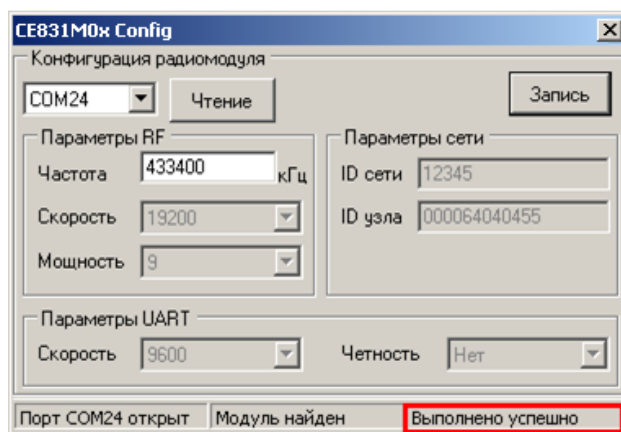

Рисунок 16 – Сообщение о результате выполнения операции
5.3.3.3.14 Запись нового значения частоты выполняется по нажатию кнопки «Запись». В случае успешной записи в строке статуса отобразится сообщение «Выполнено успешно», а текущие настройки радиомодуля отобразятся в соответствующих полях окна программы (см. рисунок 16). В случае если в строке статуса отобразилось сообщение «Ошибка», необходимо повторить запись.